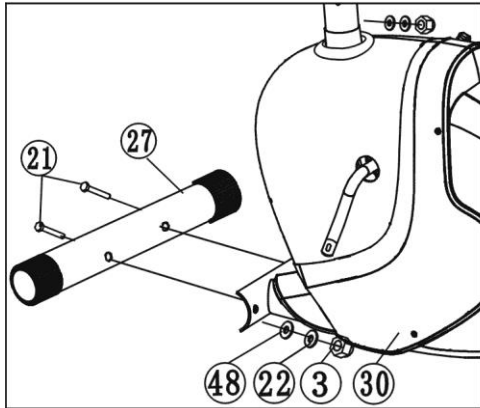

Figure 1
Montați stabilizatorul frontal (27) la cadrul principal (30) cu două bolțuri (21), 2 șaibe plate (48), 2 șaibe elastice (22) și 2 piulițe (3). (Vezi figure 1)